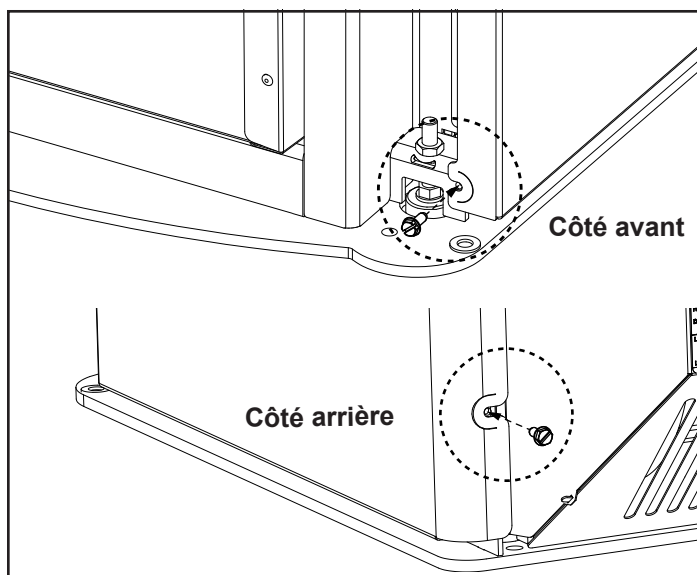

Figure 2
2e étape : Serrez les (4) vis de filetage de 10-24 x 1/2 po à l'aide d'un tourne-écrou de 5/16 po; (2) vis de filetage par panneau. Figure 2. **(Remarque : il n'est pas nécessaire de retirer la porte afin d'accéder aux vis.)**